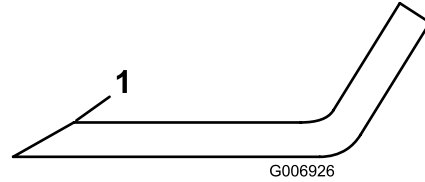

Figura 85
l'angolo di taglio originale per garantire l'affilatezza (Figura 85).
6. Se smussato o scheggiato, affilate soltanto la parte superiore del tagliente e mantenete l'angolo di taglio originale (Figura 85).